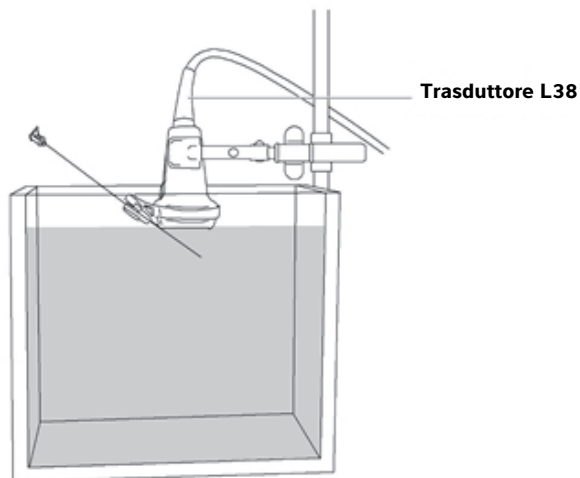

Figura 2 Trasduttore L38 con ago nel liquido di prova
- ▶ Serbatoio riempito di liquido dell'oggetto testato (codice All World Scientific 3480) o acqua distillata. Consultare **Figura 2**, “**Trasduttore L38 con ago nel liquido di prova**” a pagina 71.
- 7 Immergere l'ago nel serbatoio riempito di apposito liquido di prova o di acqua distillata finché l'immagine ecografica non viene visualizzata sul display del sistema (vedere **Figura 2, "Trasduttore L38 con ago nel liquido di prova"** a pagina 71).